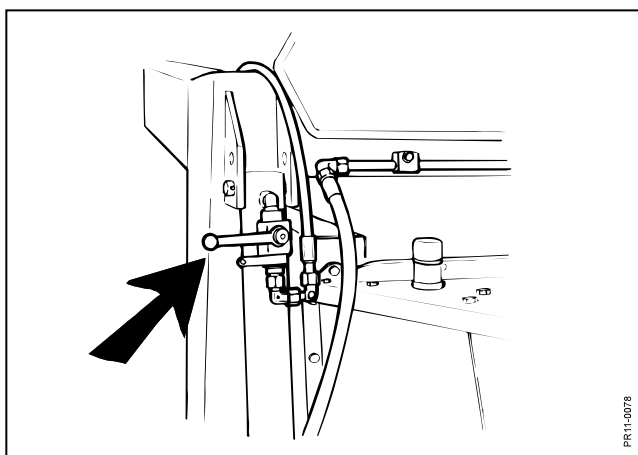

Fig. 2-7
**Fig. 2-7** Lever ou baisser la machine s'obtient avec le distributeur simple effet du tracteur. **Lever la machine du sol jusqu'à ce que les vérins soient entièrement sortis.**